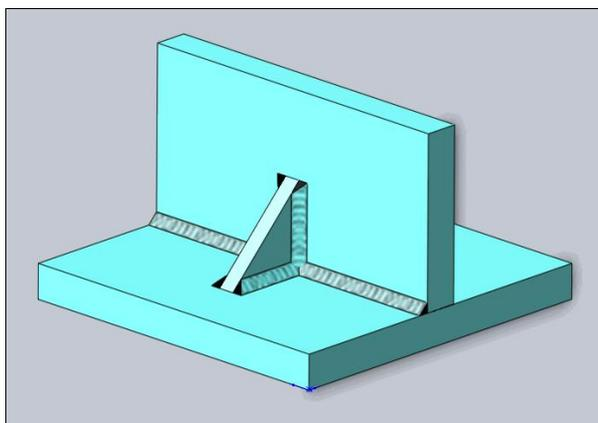

Рис. 5.41
6. Нажмите кнопку **ОК** . Для получения сварного шва на втором катете добавочного элемента воспользуйтесь еще раз командой  — **Скругленный шов**. Только теперь в качестве элемента параметра **Набора граней1** укажите грань второй детали — и вы получите готовую деталь со сварным тавровым соединением (рис. 5.41).